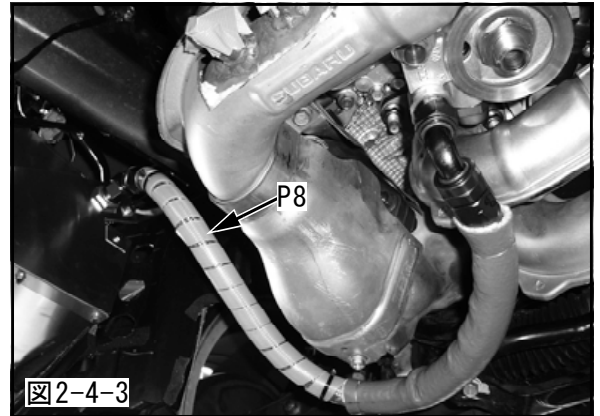

図2-4-3
- (5) オイルクーラホースNo.1をアダプタサーモAssyの車両後方側とオイルクーラコアの車両後方側に仮付けしてください。(図2-4-3)